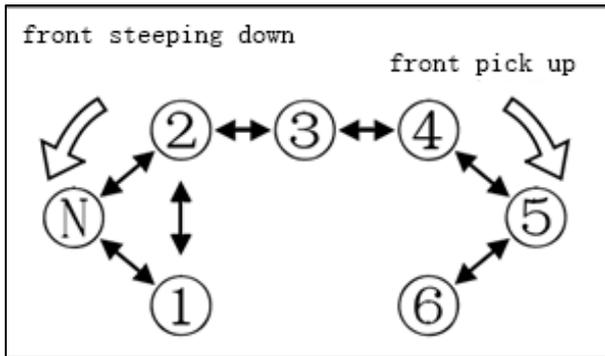
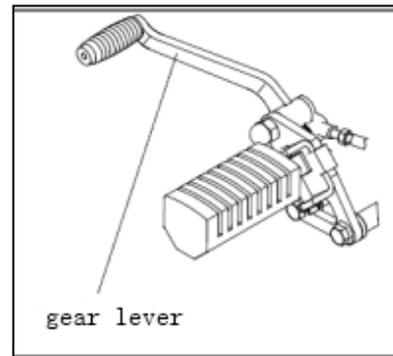

Fig. 11 Funcionamento do seletor de velocidades
Fig. 12 Seletor de velocidades
##### (1) Mudanças de velocidades (Fig. 11, Fig. 12)